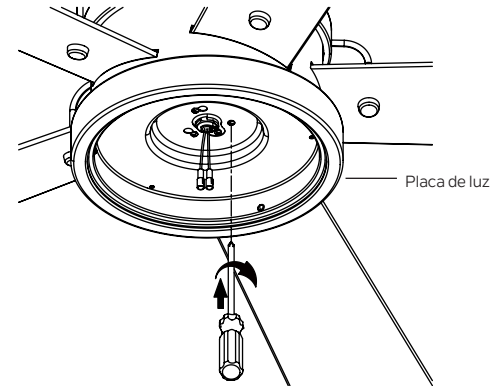

Figura 20
Paso 2. Coloque los dos orificios de la ranura en la placa de luz sobre los dos tornillos que aflojó previamente de la placa de montaje. Gire la placa de luz hasta que encaje en su lugar en el extremo estrecho de los orificios de llave. Apriete firmemente los dos (2) tornillos que aflojó anteriormente y el que quitó anteriormente. (Figura 20)